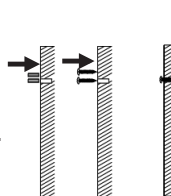

Fig. 2
- Si le mur est en plaques de plâtre ou en béton, poussez les 2 chevilles à expansion (fournies) dans les trous et utilisez un marteau pour enfoncer avec précaution les chevilles jusqu'à les encastrer dans le mur (Fig. 2).
- Vissez les 2 vis de montage (fournies) dans les trous, en laissant les têtes de vis dépasser du mur de **2 mm** afin d'y accrocher le ventilateur (Fig. 2).